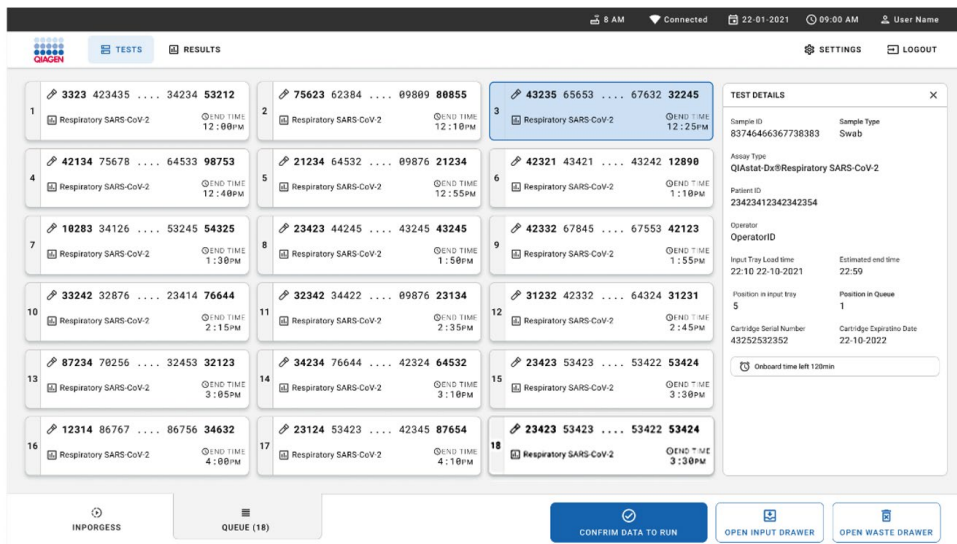

Figure 31. Écran de file d'attente des échantillons avec dosage sélectionné affichant des informations supplémentaires.
Si vous sélectionnez un test sur l'écran tactile, des informations supplémentaires s'affichent dans la section TEST DETAILS (DÉTAILS DU TEST) de l'écran (Figure 31).
16. Appuyez sur le bouton **CONFIRM DATA TO RUN** (Confirmer les données à exécuter) au bas de l'écran lorsque toutes les données affichées sont correctes (Figure 31). Ensuite, une dernière confirmation est requise de la part de l'opérateur pour effectuer les tests.